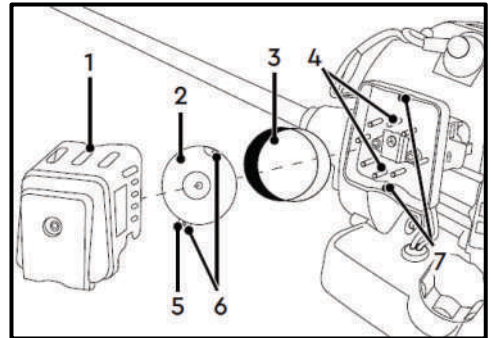

Рис. 40
- Зніміть кришку (1) корпусу повітряного фільтра з кущоріза (Рис. 40);
- Зніміть притиснуку пластину (2) фільтрувального елемента (3) (Рис. 40);
- Зніміть фільтрувальний елемент (3), \*залежно від моделі – промийте його в чистій воді із милом та просушіть, або продуйте повітрям не більше 2,5 бара (замініть, якщо він пошкоджений) (Рис. 40);
- Після очищення фільтруючого елемента (3), встановіть його в корпус повітряного фільтра, розташувавши за кронштейнами (4) (Рис. 40);
- Розташуйте притиснуку пластину (2) фільтрувального елемента (3) виступаючою частиною (5) донизу (Рис. 40);
- Встановіть притиснуку пластину (2) отворами (6) на кронштейни (7) (Рис. 40);
- Встановіть кришку (1) корпусу повітряного фільтра на кущоріз (Рис. 40);
- Загвинтіть ключем (1) (4 мм) гвинт (2) фіксації кришки повітряного фільтра (Рис. 40).